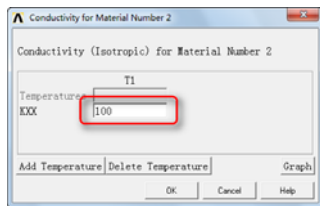

图 10-10 “Conductivity for Material Number 2”对话框
④在“Define Material Model Behavior”对话框中的“Material Models Available”列表中，依次选择 CFD→Conductivity→Isotropic，会弹出“Conductivity for Material Number 2”对话框，如图 10-10 所示，在“KXX”输入框中输入 100，单击“OK”按钮关闭该对话框。